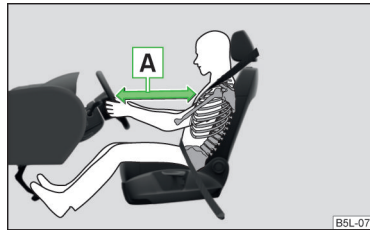

Abb. 8
- Für den Fahrer und Beifahrer ist es wichtig, einen Abstand von mindestens 25 cm zum Lenkrad bzw. zur Schalttafel einzuhalten **A** » **Abb. 8**. Wenn Sie den Mindestabstand nicht einhalten, kann Sie das Airbag-System nicht schützen - Lebensgefahr! Außerdem müssen die Vordersitze und die Kopfstützen immer der Körpergröße entsprechend richtig eingestellt sein.